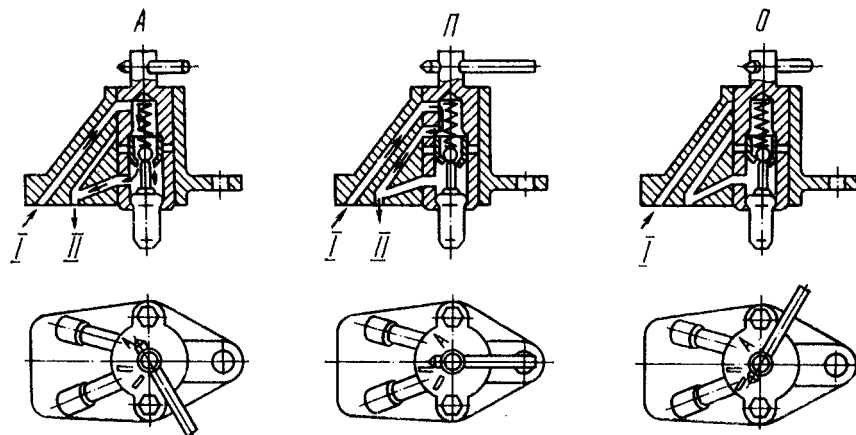

Рис. 60. Положения выключателя гидромуфты привода вентилятора: I - подача масла из системы смазывания двигателя; II - в гидромуфту
- *автоматический* — рычаг установлен в положение А (рис. 60).
— *вентилятор отключен* — рычаг установлен в положение О (см. рис. 60), при этом в гидромуфту не подается, при этом крыльчатка может вращаться с небольшой частотой, увлекаясь трением в подшипниках и уплотнениях гидромуфты и набегающим на вентилятор потоком воздуха при движении автомобиля.